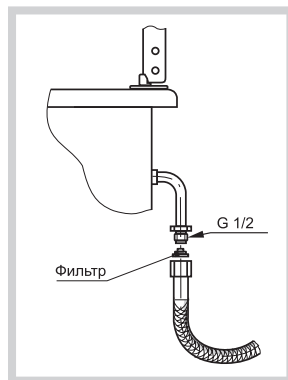

Рис.18
- Подсоединение плиты к газовой сети или баллону должно быть выполнено при помощи гибкого шланга (рис. 18) согласно действующим в Вашем регионе нормативным документам в области газоснабжения и безопасности.